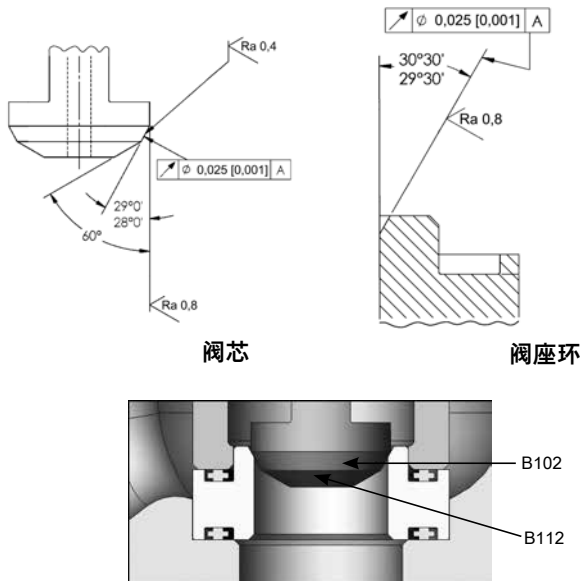

图 16：阀芯与阀座环座面
座面可能需要研磨才能恢复必要的表面完整性，以满足阀门泄漏等级要求。对于任何阀门尺寸而言，从阀芯与阀座表面去除金属的最大量不得超过 0.015" (0.4mm)。在经过重新加工的零件上，确保座面倾角在规定容差（如下图 16 所示）范围内。需要去除更多金属才能恢复的零件应该丢弃并更换。
10. 研磨后，拆卸零件进行清洁，然后重新组装，确保座面倾角在容差范围内。请参见图 16。